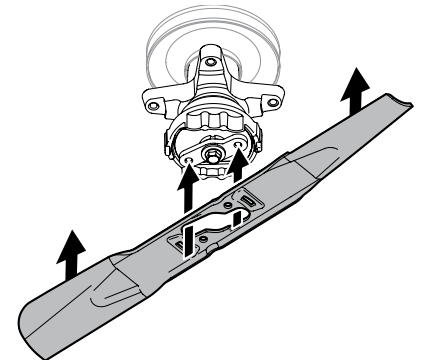

Figura 4-9
8. Coloque la cuchilla debajo del conjunto del eje y alinee con cuidado la abertura grande en el centro de la cuchilla sobre el retenedor de la cuchilla del conductor. Ver Figura 4-9.